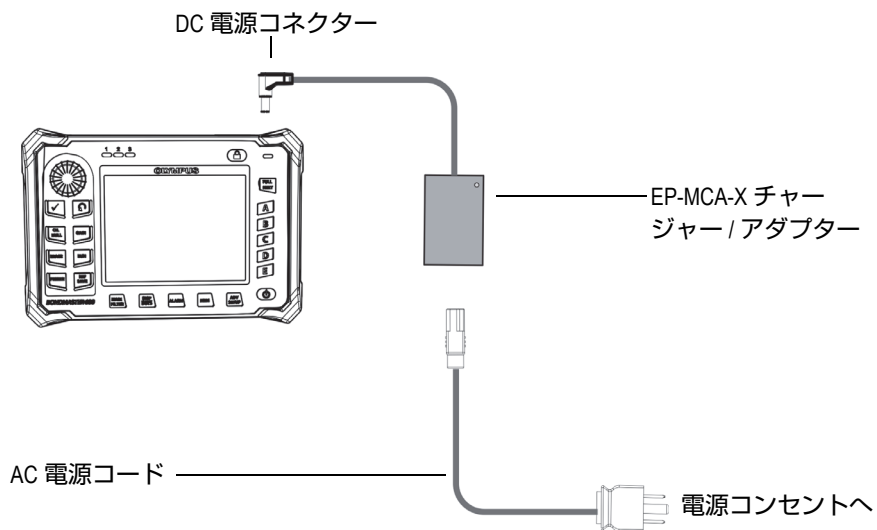

図 2-7 チャージャー / アダプターの接続
1. チャージャー / アダプターに AC 電源コードを接続し、適切な電源コンセントに接続します (39 ページの図 2-7 参照)。